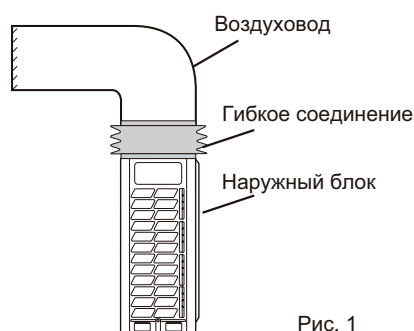

Рис. 1
- Между устройством и воздуховодом установите гибкое соединение для предотвращения вибрации и шума (см. рисунок 1).